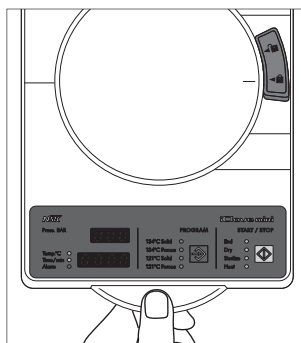

図 15
- 6) ドアをつばを押さえながら、ドアハンドルノブを“”と“-”が合う位置まで、“”側にスライドさせます。(図 15)